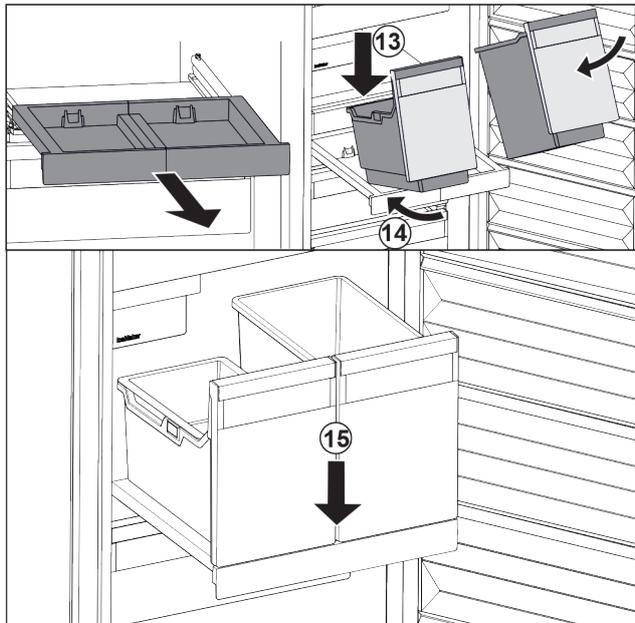

Fig. 105
- ▶ Behälter schräg auf das Auszugsbord aufsetzen. Fig. 105 (13)
- ▶ Behälter schräg nach hinten einschieben. Fig. 105 (14)
- ▶ Behälter vorne absetzen. Fig. 105 (15)